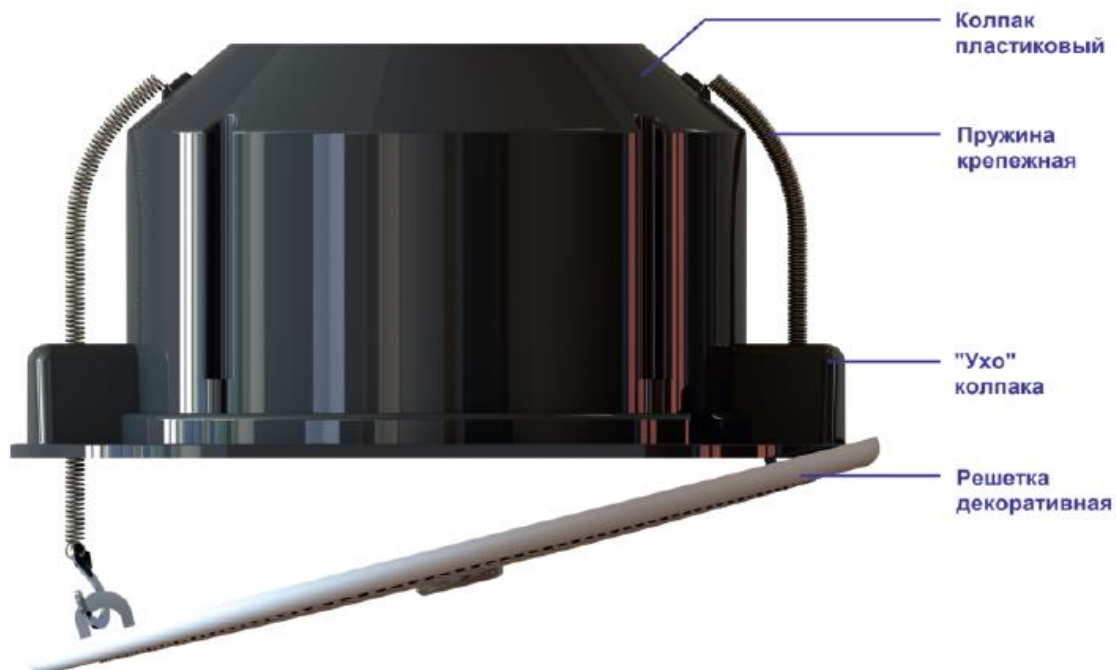

Рисунок 4
- снять его декоративную решетку – для этого возле уха колпака громкоговорителя оттянуть решетку рукой от колпака и вынуть крепежную пружину из фиксирующего отверстия в решетке громкоговорителя (рисунок 4). Аналогично вынуть вторую крепежную пружину и снять решетку громкоговорителя;